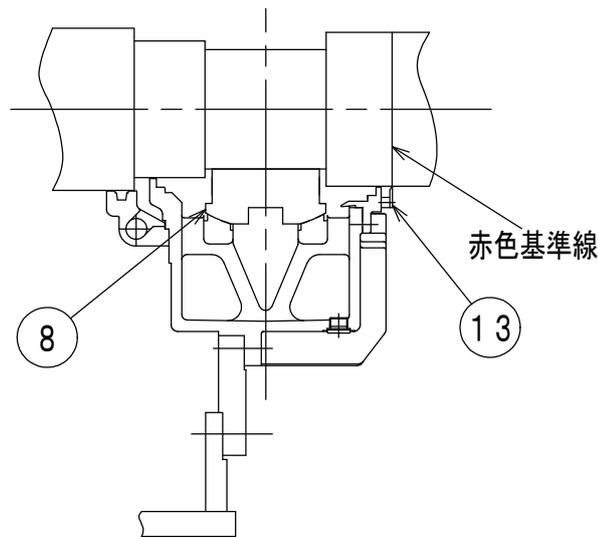

図12
- (1) 軸ジャーナルをベンジンまたは洗油で洗浄し、コンプレドエアーで十分清掃する。
- (2) 軸ジャーナル部に軸受潤滑油を塗布する。
- (3) 軸受下半部のパベット面にも潤滑油を塗布し、ジャーナル面に沿って回しながら軸の真下に納める。
- (4) ハウジング下半部の上下合せ目面と軸受下半部の合せ目が、一致するようストレッチを当てて調整する。
- (5) マグネチックセンターの確認
ここで直結側ハウジング下半部に取り付けられている⑬マグネチックセンターゲージが、主軸の赤色基準線と一致していることを確認する。(図12参照)
- (6) 浮き上がっている回転子をゆっくり下げ、軸受下半部で回転子を支持する。
- (7) 6.2.7項で分解したシールカバーを取り付け、軸とのクリアランスが、適性であることをシツクネスゲージで測定し確認する。